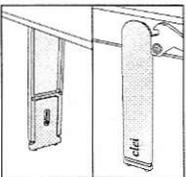

FIG.7A FIG.7B
- **Réglages:** les pieds sont réglables en hauteur pour compenser l'irrégularité du sol (Fig. 7A et 7B).